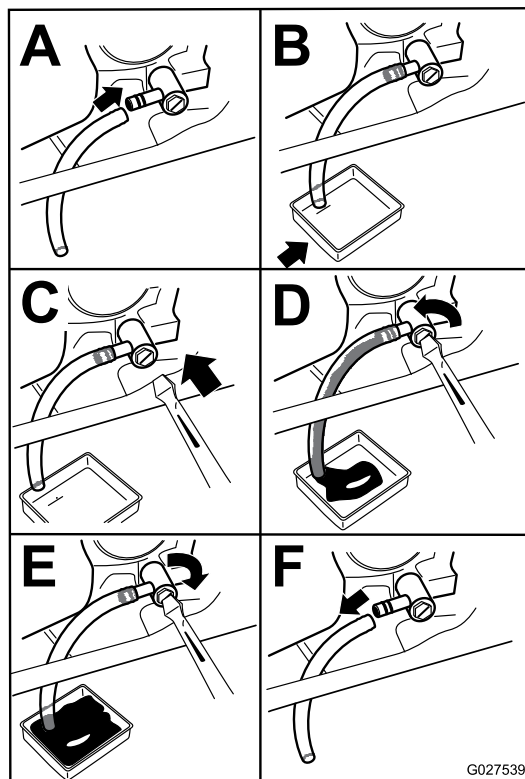

Figura 40
3. Pare el motor, retire la llave y espere a que se detengan todas las piezas en movimiento antes de abandonar el puesto del operador (Figura 40).